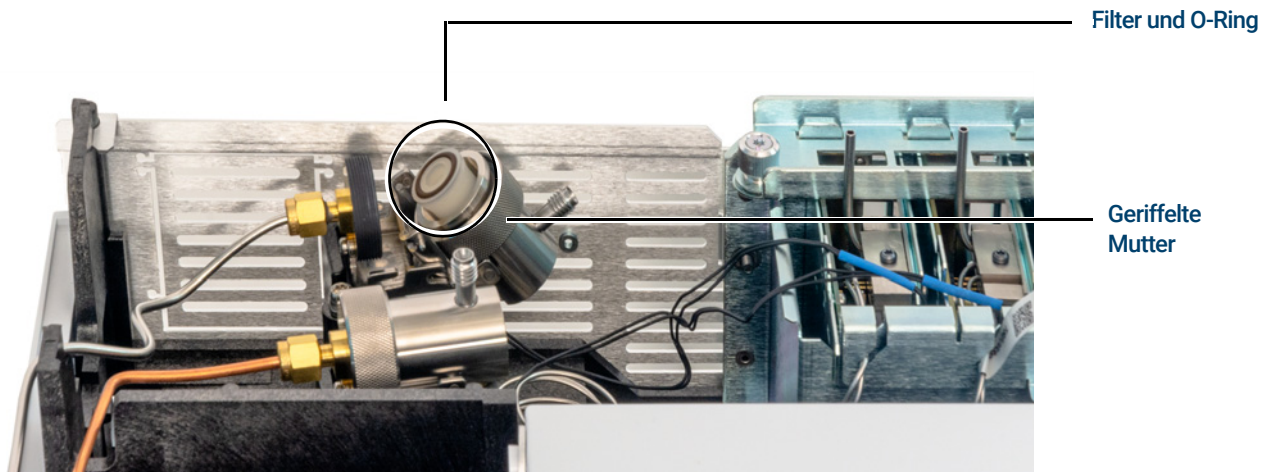

Abbildung 35. Schieben Sie die Ventileinheit, um den Filter freizulegen
- 5 Schieben Sie die Ventileinheit von der geführten Befestigungskomponente zurück und kippen Sie sie nach oben, um den Filter wie in **Abbildung 35** dargestellt freizulegen.